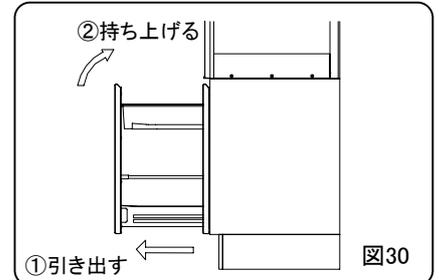

図30
1) 下台キャビネットの引出を取りはずしてください。(図30)